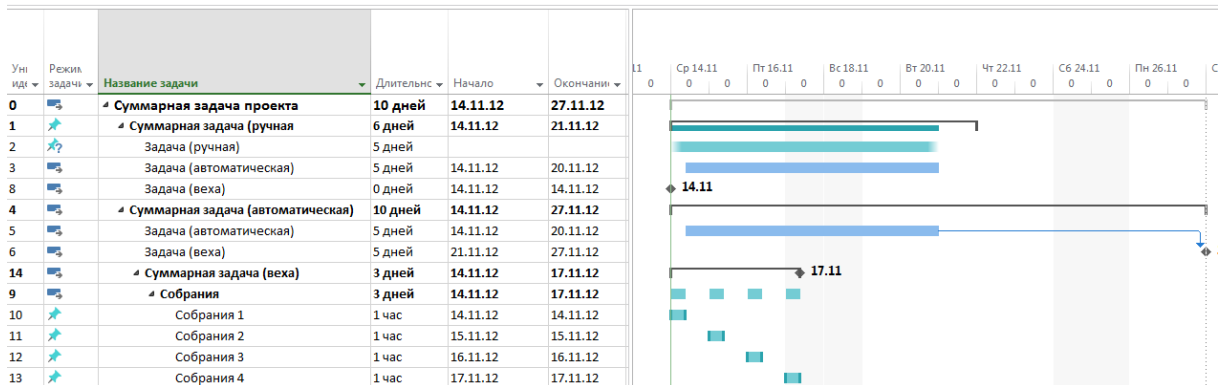

Рисунок 4.20 – Категории задач
4. **Контрольные события** – задачи, не имеющие длительности, так называемые «Вехи». Обычно они отображают наступление важных событий проекта (например, «Подписан договор отвода земельного участка»), достижение запланированных результатов. Тем не менее, в Microsoft Project вехами также могут быть суммарные задачи и задачи (см. выше Рисунок 4.20).